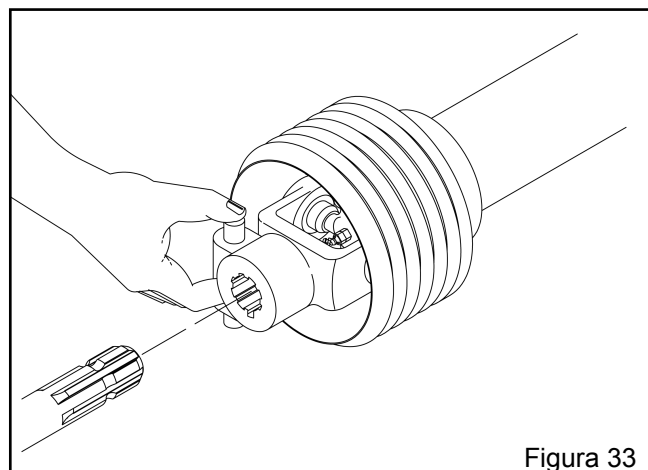

Figura 33
i) Ao acoplar o cardan na tomada de potência pressione o pino de engate rápido e introduza o garfo no eixo da TDP até que o mesmo trave no canal. Após a operação de travamento o pino de engate rápido deve retornar a posição inicial. (Figura 33)